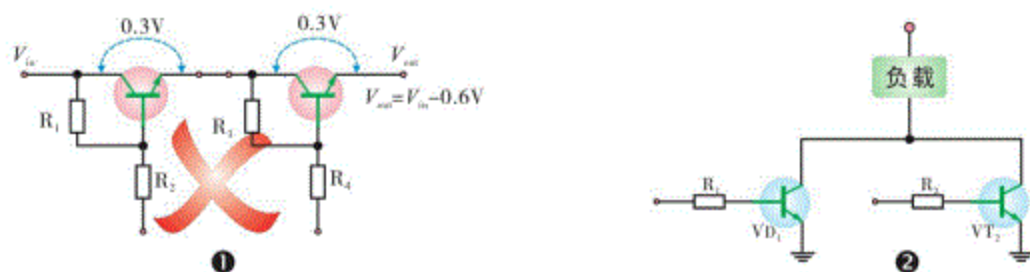

图9.62 三极管开关的正确、错误使用
三极管在饱和导通后还存在管压降（ V_{CE} ，0.15~0.6V），因此三极管开关不适宜于串联使用，如图9.62的①所示。但是，三极管开关却可以并联使用，如图9.62的②所示。